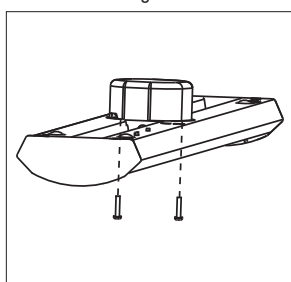

Fig. 5
- Alignez les fentes de montage du luminaire avec les trous de montage de la boîte de jonction. Utilisez les vis de montage 8-32 x 25 mm (C) pour fixer le luminaire à la boîte de jonction (Fig. 5).